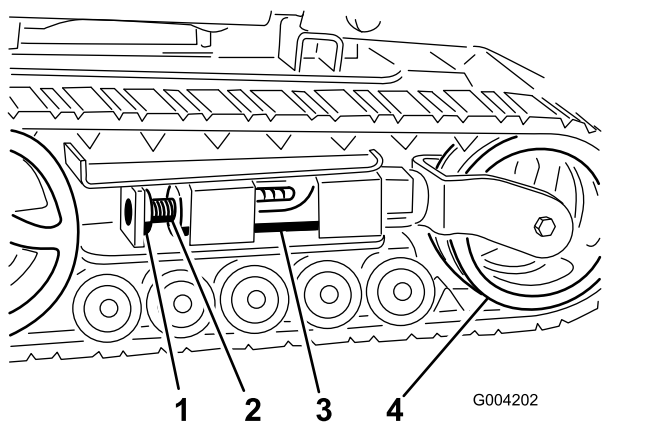
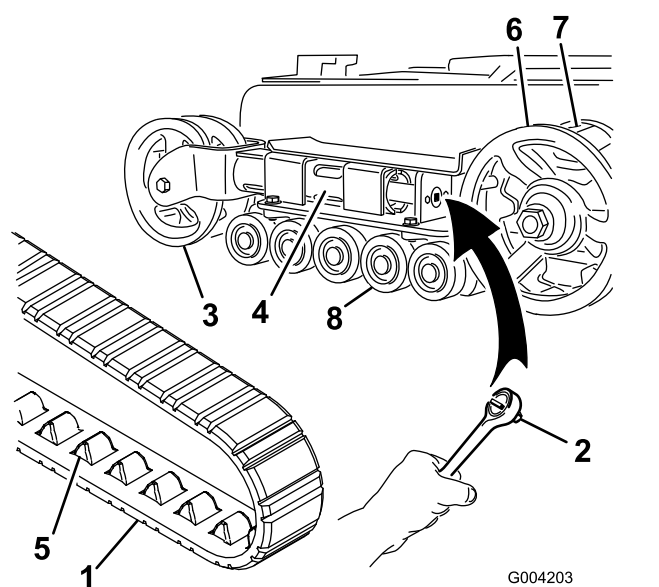
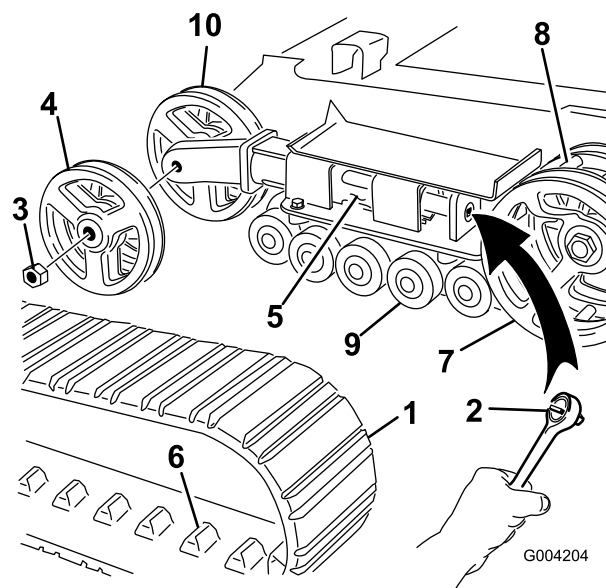

Рисунок 45
Рисунок 46
Рисунок 47
- Отвинтите зажимной болт и гайку (Рисунок 45).
- Совместите ближайшую выемку в натяжном винте с отверстием в зажимном болте и закрепите винт при помощи зажимного болта и гайки (Рисунок 45).
- вращая натяжной винт по часовой стрелке (Рисунок 45 и Рисунок 46).
- Надавите на натяжное колесо в направлении задней части блока, чтобы придвинуть натяжную трубу к раме (Рисунок 46).
- Когда гусеница будет снята с натяжного колеса, снимите ее с ведущей звездочки и опорных катков (Рисунок 46).
- Сначала установите новую гусеницу на ведущую звездочку. Звенья гусеницы должны находиться между зубьями звездочки (Рисунок 46).
- Протолкните гусеницу под опорные катки и одновременно между ними (Рисунок 46).
Примечание: Если передние натяжные колеса установлены в вилке на конце натяжной трубы, на вашей машине установлены узкие гусеницы. (Рисунок 46).
Примечание: Если передние натяжные колеса установлены на конце натяжной трубы с боковых сторон, на вашей машине установлены широкие гусеницы (Рисунок 47).
4. Отвинтите зажимной болт и гайку (Рисунок 45).
5. Используя ключ с храповым механизмом на ½ дюйма, ослабьте натяжение привода, вращая натяжной винт по часовой стрелке (Рисунок 45 и Рисунок 47).
6. Надавите на натяжное колесо в направлении задней части блока, чтобы придвинуть натяжную трубу к раме (Рисунок 47).
7. Отвинтите гайку, которая крепит внешнее натяжное колесо, и снимите колесо (Рисунок 47).
8. Снимите гусеницу (Рисунок 47).
9. Отвинтите гайку, которая крепит внутреннее натяжное колесо, и снимите колесо (Рисунок 47).
13. Установите внутреннее натяжное колесо и закрепите его отвинченной ранее гайкой (Рисунок 47).
15. Установите новую гусеницу на ведущую звездочку. Звенья гусеницы должны находиться между зубьями средней части звездочки (Рисунок 47).
16. Установите внешнее натяжное колесо и закрепите его отвинченной ранее гайкой (Рисунок 47).
6. Поместите наполненный смазкой колпачок опорного катка поверх головки болта (Рисунок 46).
7. Закрепите колпачок опорного катка стопорным кольцом (Рисунок 46).